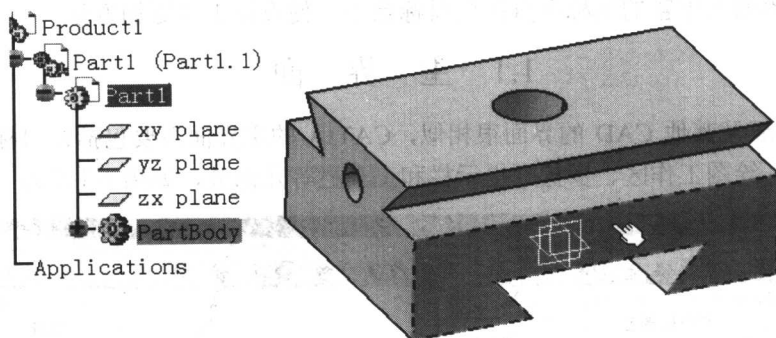

图 1-3 选中对象
(1) 左键 单击可以选择或编辑对象；双击可以重新编辑树状目录中的对象，可以重复使用某一命令，在草图绘制中可以结束草图中的曲线和非封闭的连续折线。图 1-3 所示为选中对象。